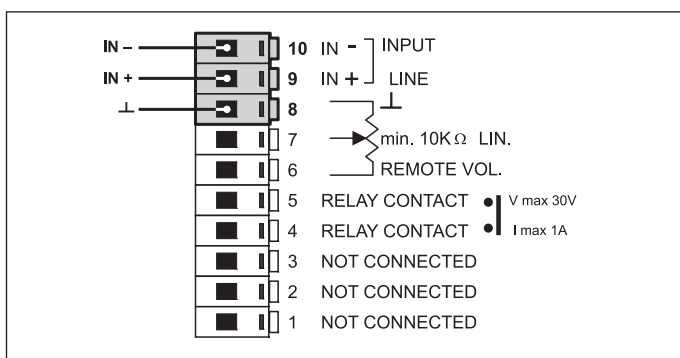

Fig. 4.5.2
Qualora si volesse collegare un secondo ingresso, utilizzare i terminali **8, 9 e 10** della morsettiera 'CONTROL I/O' (5) (vedi fig. 4.5.2).
If you wish to connect a second input, use terminals **8, 9 and 10** of the 'CONTROL I/O' terminal strip (5), as shown in Figure 4.5.2.